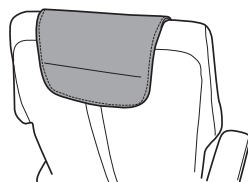

Fig.19
6. Placez l'oreiller nucal à la hauteur souhaitée; un aimant le maintient en place (Fig.19).